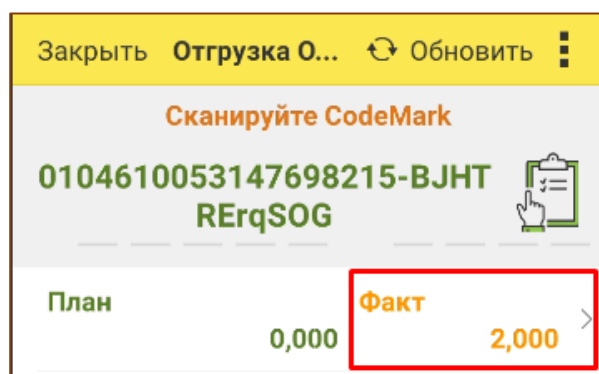

Рис. 11.12 - Документ отгрузки на ТСД
2. Необходимо открыть документ и начать сканирование КМ товаров. В поле «Факт» будет отображаться количество отсканированных КМ (Рис. 11.12). По окончании сканирования закрыть документ на ТСД.